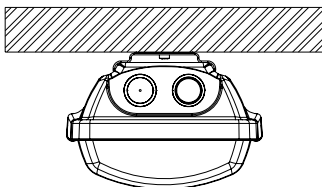

Abb. 2
b) mit Hilfe von Drahtaufhängung (im Lieferumfang nicht enthalten) – Abb. 2